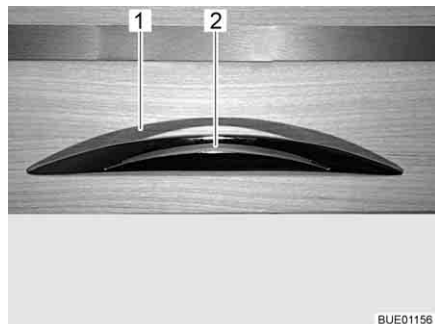

Fig. 42 Sportello del mobile con maniglia di sbloccaggio
- Premere la maniglia di sbloccaggio (Fig. 42,2) e mantenerla premuta.
- Tirare la maniglia di sbloccaggio (Fig. 42,1) finché lo sportello del mobile non si apre.